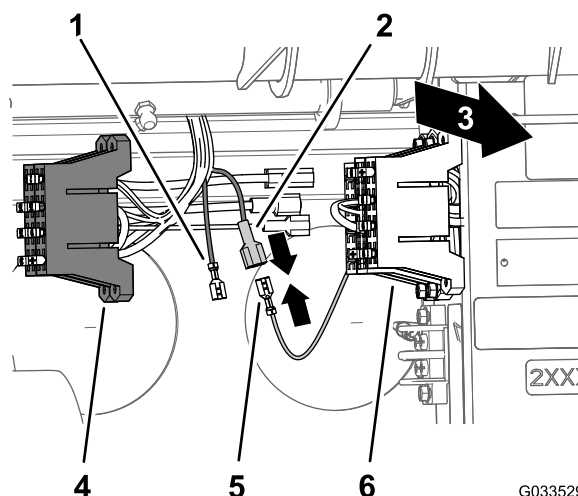

Figura 25
de alimentación amarillo opcional del bloque de fusibles del cableado del fumigador (Figura 25).
3. Conecte el terminal hembra sin aislamiento del bloque de fusibles de la máquina al terminal macho aislado del bloque de fusibles del fumigador (Figura 25).